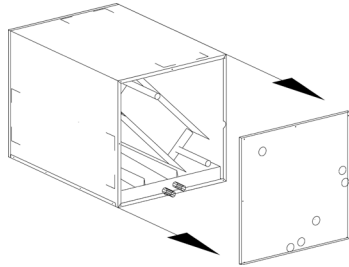

Fig. 03
- 1) Remove front door from module. (Fig. 03)